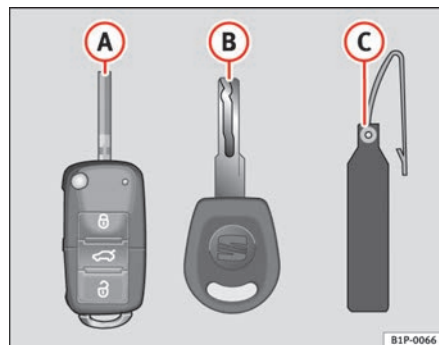

Fig. 61 Juego de llaves
- una llave con mando a distancia ⇒ fig. 61 A con espadín desplegable,
Sólo es posible hacer duplicados con el número de la llave del llavero de plástico ⇒ fig. 61 B. Por este motivo: